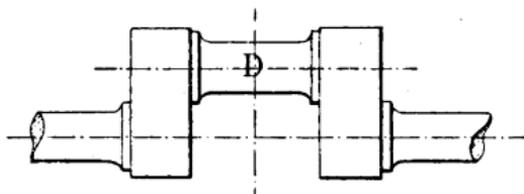

Fig. 46
**ARBRE COUDÉ** (fig. 46). — Manivelle dite aussi vilebrequin qui se trouve en un point quelconque d'un arbre.